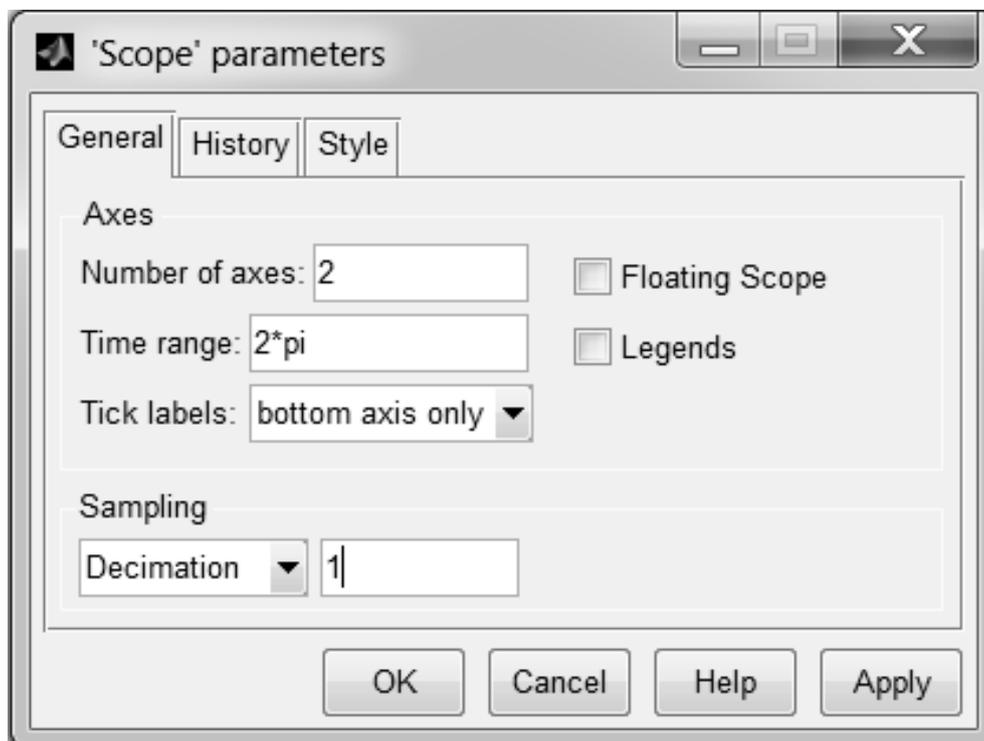

Рисунок 6
5.2 Выполнить двойной щелчок по блоку **Scope**. В результате откроется окно **Scope**, для настройки свойств которого необходимо нажать на его панели инструментов кнопку . В результате откроется диалоговое окно '**Scope**' parameters (рисунок 6), на вкладке **General** которого необходимо задать следующие значения параметров: